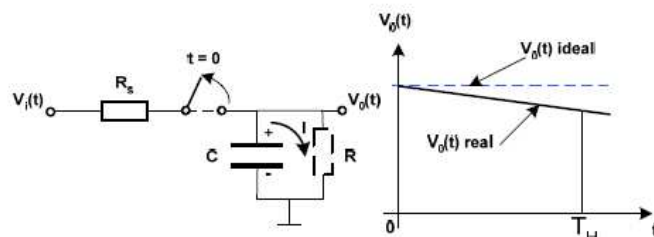

Fig. 10. Circuito S/H y gráfica error de retención
- **Error durante modo retención**, la resistencia de la carga hace que no se mantenga esa tensión ideal durante todo el intervalo de retención como se puede observar en la Fig. 10.